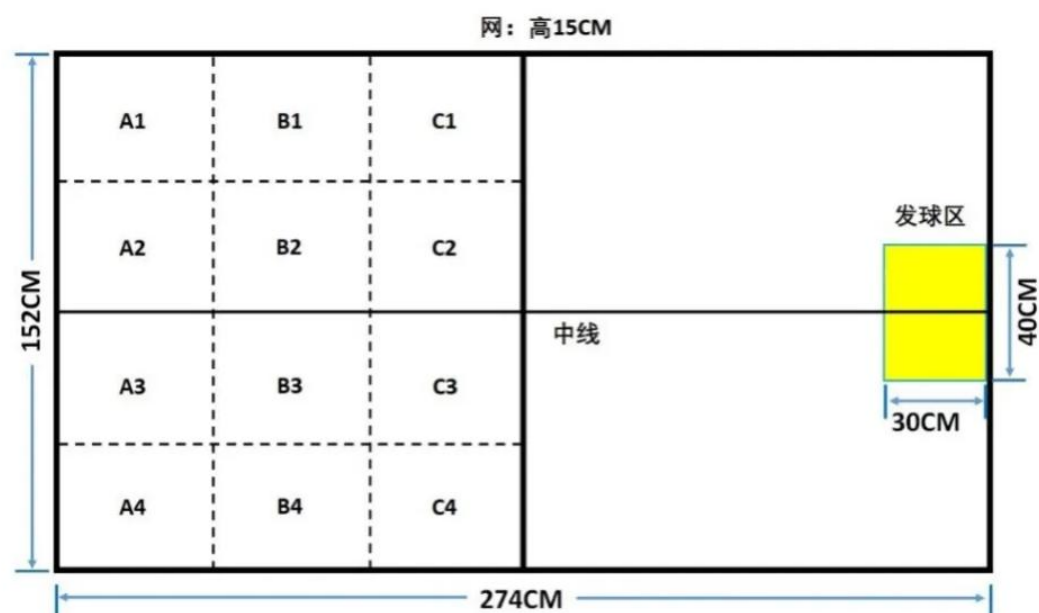

图2 发球区域划分
(2) 设计发球机信息输入功能，发球机根据输入信息自动调整出球方向。将发球机放置在发球区，在接球半台划分12个区域（如图2），要求启动发球机后，将乒乓球发到接球半台的指定区域。